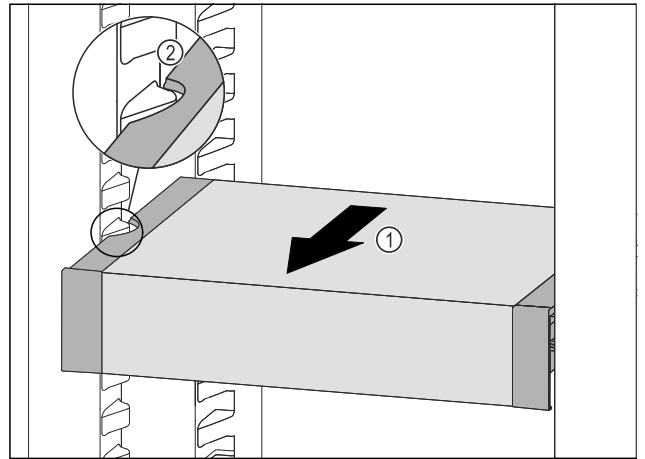

Fig. 138
- ▶ VarioSafe ťahajte dopredu Fig. 138 (1), kým sa bočné vybrania VarioSafe nebudú nachádzať vo výške rebra nádoby v chladničke. Fig. 138 (2)